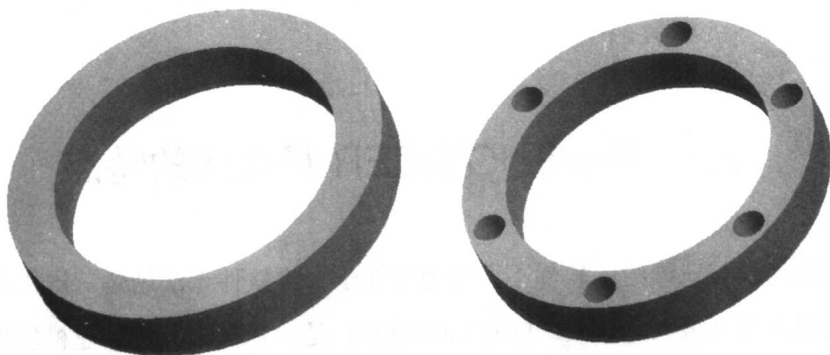

图 2-2 隐藏特征与修改特征尺寸
(1) 特征取代了低层的几何图形, 如线、弧和圆等。这意味着设计者可以把计算机作为一个高层设计平台, 而不必考虑 Pro/ENGINEER 使用的几何图形细节。而且 Pro/ENGINEER 也兼容了几何设计图形的模式, 在进行设计细化过程中仍然可以设计和修改其中的几何图形细节。
(2) 在设计过程中, 用户可以方便地隐藏和改变特征参数, 从而快速修改图形, 体现快捷的工作效率。例如, 图 2-2 就分别显示了隐藏孔阵列特征后和修改孔特征尺寸后的发兰盘模型。